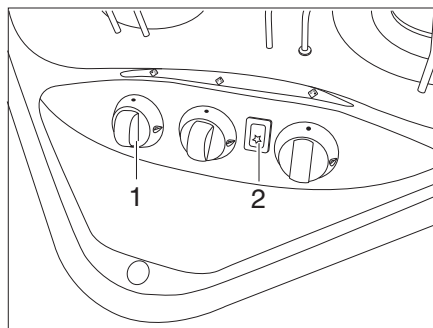
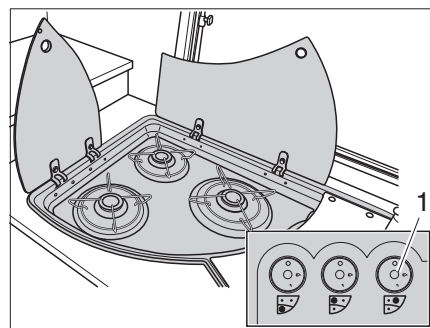

Fig. 126 Elementi di comando del fornello a gas
Fig. 127 Alternativa: Elementi di comando del fornello a gas
- Ruotare il pomello girevole (Fig. 126,1 o Fig. 127,1) dell'apparecchio a fiamma libera desiderato in posizione accesa (fiamma alta).
- Se è presente un tasto di accensione (Fig. 126,2):